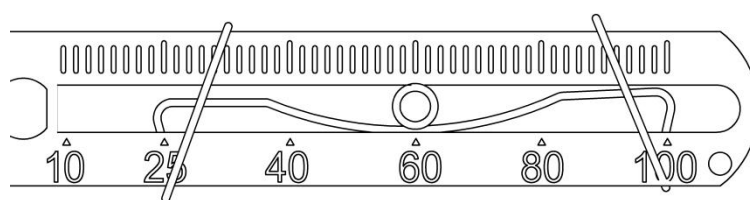

图 20. 反馈杆 B 和传动销连接
- 对于反馈杆 A，使直行程安装支架⑦贴住执行器，反馈杆⑤的头部进入 U 型杆①。对于反馈杆 B，把传动销⑪插入到反馈杆 B 插槽内的固定弹簧上，如图 20 所示。调整位置，目测确认阀的主轴和反馈杆成直角。如无法成直角则按实际情况安装。